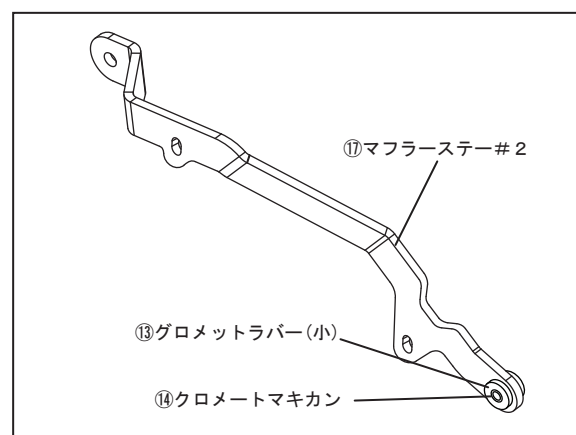

FIG. 11
8. ①⑦マフラスター# 2 に①⑬グロメットラバー(小)、①⑭クロメートマキカンを取り付けて下さい。(FIG. 11 参照)